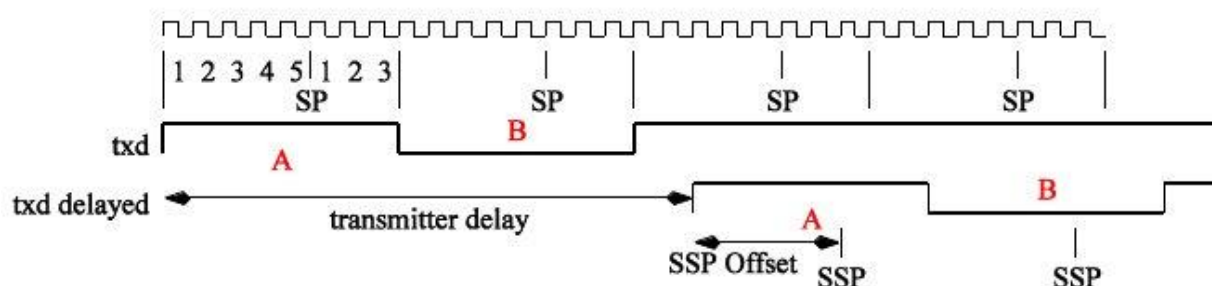

Рисунок 15.19. Задержка передатчика
На Рисунок 15.19 приведен пример эффекта большой задержки передатчика. На этом рисунке показан поток данных *txd*, начинающийся с битов А и В. Одно битовое время состоит из $t_{Seg\_1} = 5TQ$ перед точкой выборки (SP) и $t_{Seg\_2} = 3TQ$ позади. В этом примере задержка передатчика превышает 2 битовых раз. Поэтому исходный SP не может быть использован для выборки правильного значения бита, и спецификация CAN FD определяет дополнительную вторичную точку выборки (SSP). Если TDC включен с битом TDCEN=1, то CAN-CTRL автоматически определяет задержку передатчика. Положение SSP - это задержка передатчика плюс смещение SSP, которое определяется битами конфигурации SSPOFF. SSPOFF должен быть задан как число TQ, и предлагается установить t_{Seg_1} равным SSPOFF. (Пожалуйста, помните, что F_SEG_1 определяет t_{Seg_1} при скорости передачи данных. Поэтому в примере, приведенном на Рисунок 15.19, выбрано значение SSPOFF=5, поскольку F_SEG_1=3.)